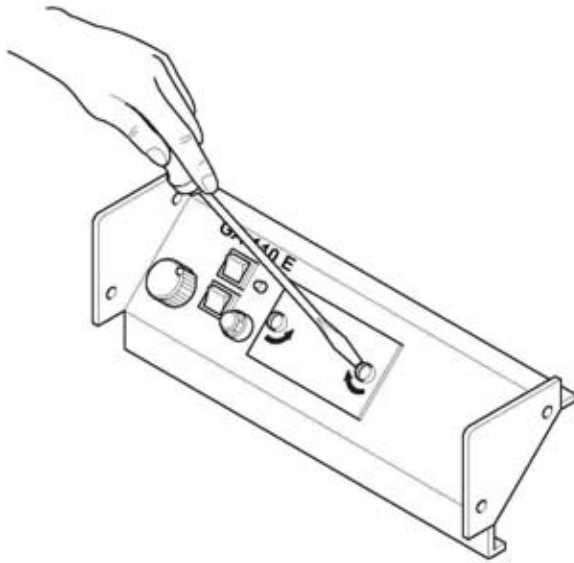

Рис. 4 Снятие крышки щитка
- Снять крышку щитка с панели управления котлом. Крышка щитка должна сниматься с помощью отвертки (см. рис. 4).